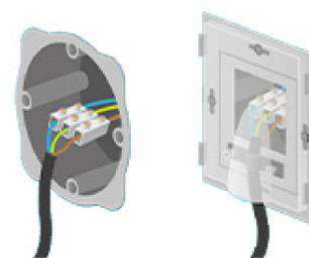

Abb. 5
Nachdem bestätigt wurde, dass die Nennwerte der Stromzähler, Kabel, Schalter und Sicherungen des Stromversorgungssystems die Stromverbrauchsanforderungen dieses Geräts erfüllen, schließen Sie an einer geeigneten Stelle ein Kabel mit drei separaten Adern an, um den elektrischen Warmwasserspeicher mit Strom zu versorgen (siehe Abb. 5).
2. Schließen Sie das Gerät wie in Abb. 5 gezeigt an die Stromversorgung an, um den Warmwasserspeicher in Betrieb zu setzen. Bei dieser Etappe leuchtet die Kontrollleuchte auf.